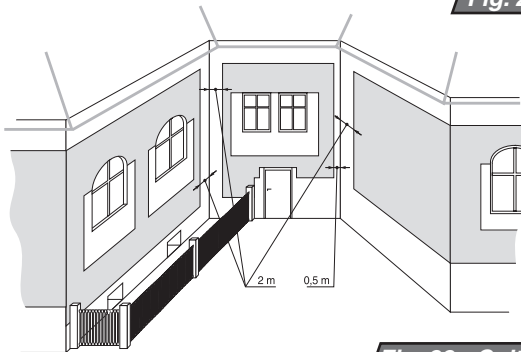

Fig. 22 - Colțuri
a) opus – între fațada cu tubul de evacuare și fațada paralelă (fig. 22):